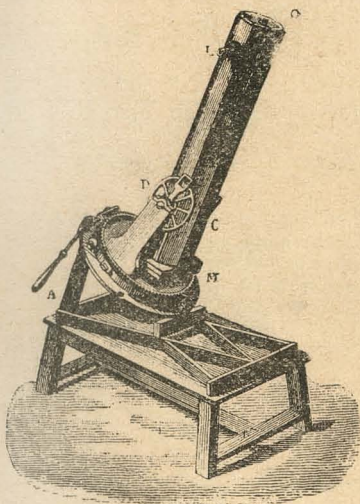

Fig. 145.—Telescopio de Foucault.
6. **Telescopio.**—El *telescopio* (fig. 145) es un instrumento que da una imagen muy aumentada de los astros;